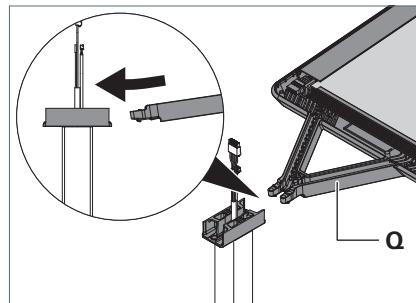

Fig. 6: Leuchtenkopf 1 montieren.
- ▶ Stecken Sie den Tragarm **Q** des Leuchtenkopfs leicht nach unten gekippt bis zum Anschlag in den Adapter, siehe Fig. 6.